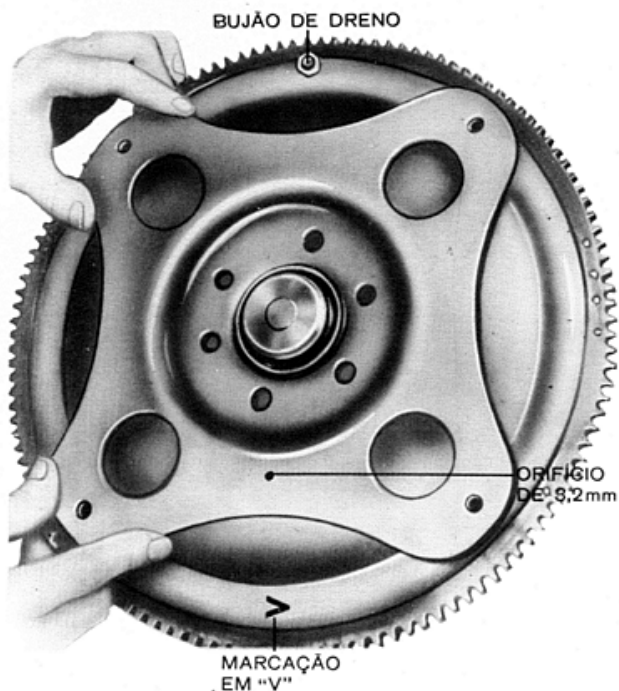

Fig. 72 — Marcas do conversor e da placa impulsora
- Girar o conversor de modo que a marca nele feita durante a remoção fique alinhada com a marca da placa impulsora. Os orifícios deslocados da placa estão localizados perto do orifício de 1/8" e no círculo interno da placa. Uma marca em "V" estampada identifica o orifício deslocado na cobertura dianteira do conversor (Fig. 72).